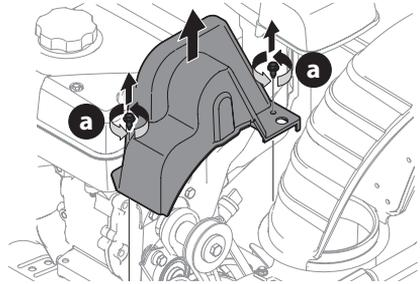

Figura 81
2. Saque la cubierta plástica de la correa que está en el frente del motor. Para ello saque los dos tornillos autorroscantes (a) (Figura 81).